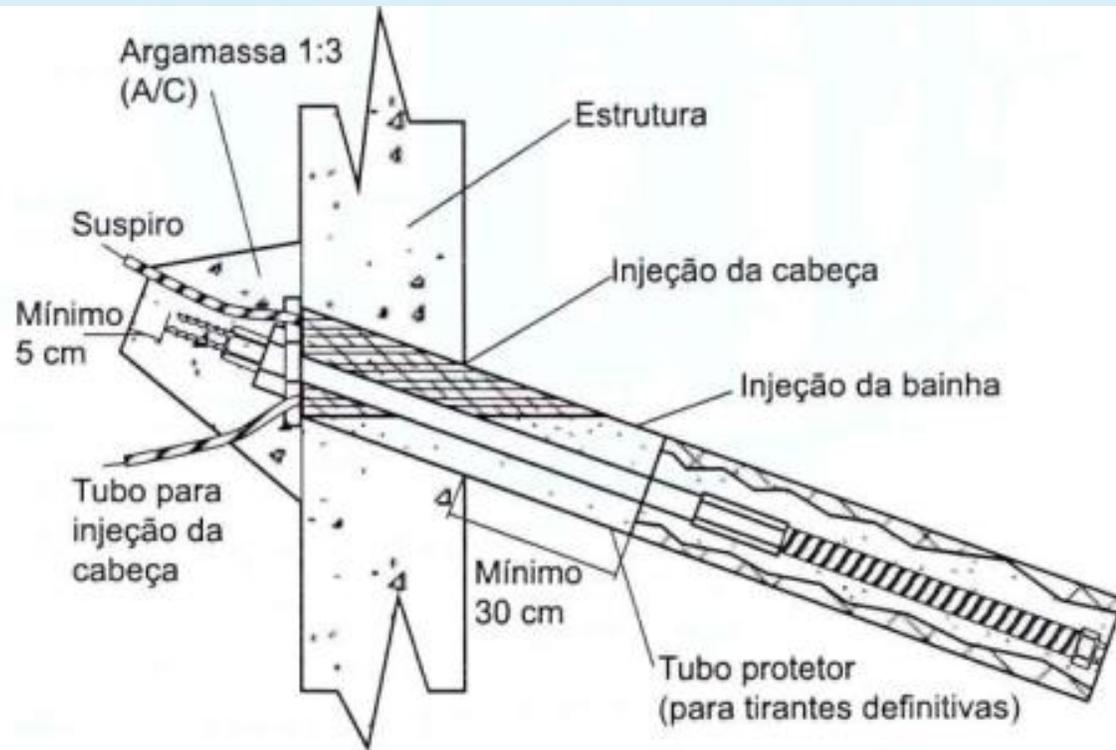

Figura C.1 – Proteção da cabeça do tirante permanente
- Figura C.1 – Proteção da cabeça do tirante permanente;